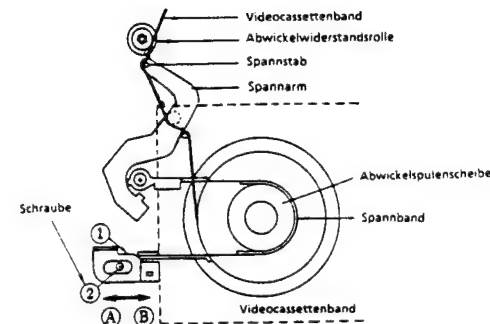

Abbildung 1-12.
• Einstellung der Position (Abb. 1-12)